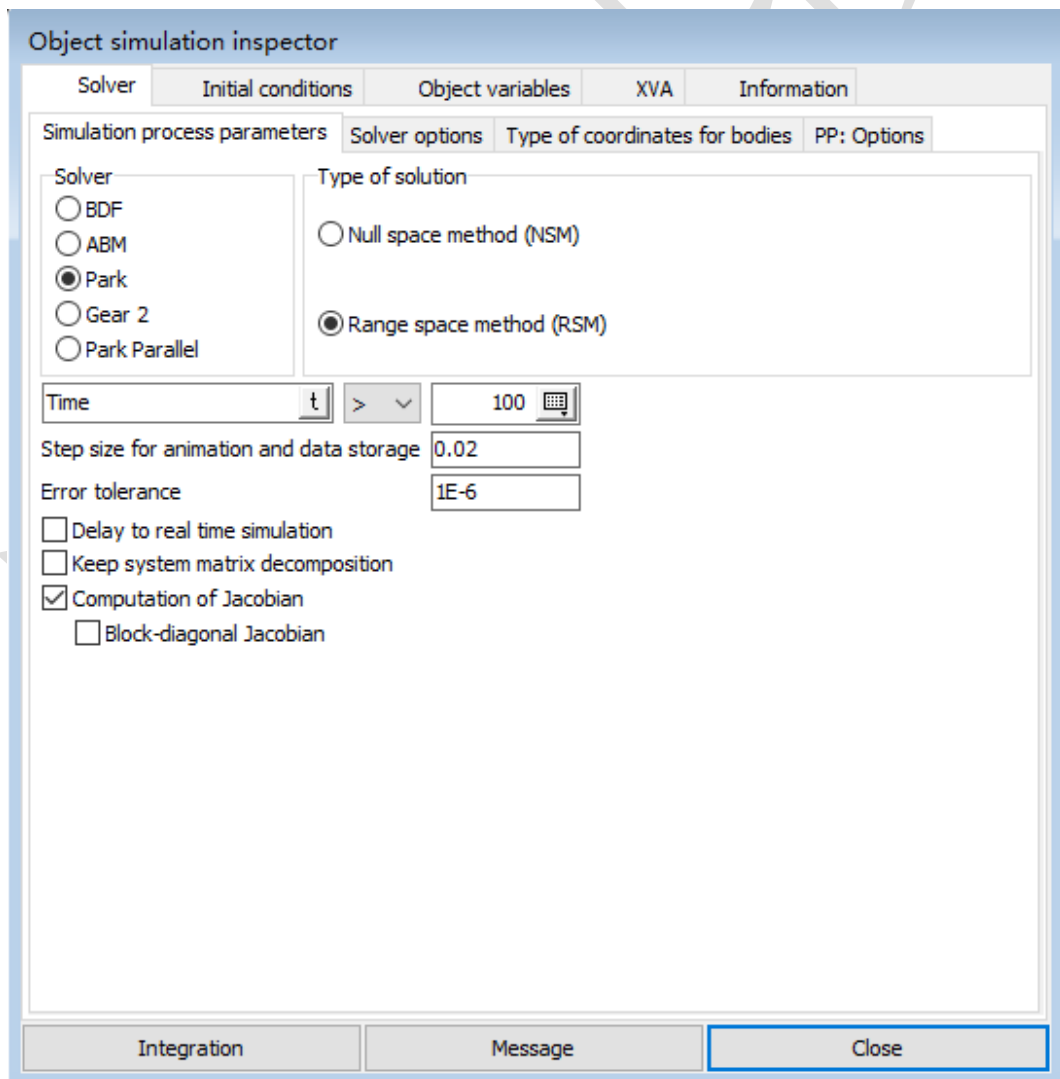

图 2-41
- 2) 在 **Solver** 页面，默认求解器为 **Park**，将仿真时间 **Time** 设置为 **100** (国际单位: s)，如图 2-41。